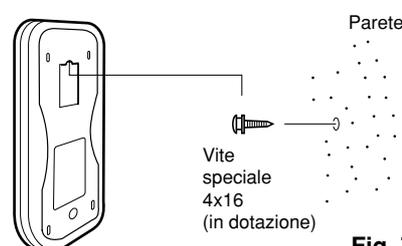

Fig. 7-13
- 3) Fissare sulla parete la vite speciale 4x16 in dotazione (Fig. 7-13).